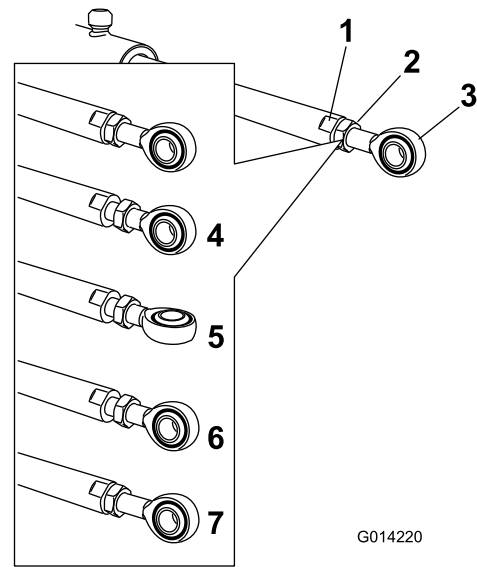

**Figura 109**
2. Retire la chaveta del pasador de giro (Figura 109).
3. Levante el brazo, retire el pasador (Figura 109), y baje el brazo lentamente al suelo.
9. Sujetando el brazo, introduzca el pasador a través del pivote del brazo y del émbolo del actuador (Figura 109).